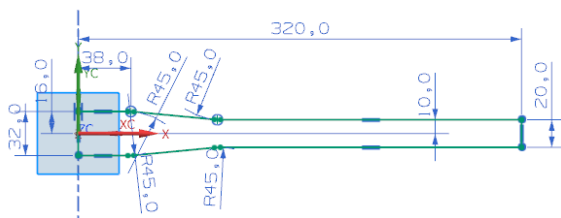

图 10-37 绘制草图
(3) 在“创建草图”对话框中,选择 XC-YC 平面为基准面,设置“水平”面为参考平面,单击 按钮,进入草图绘制环境,绘制如图 10-37 所示的草图。单击“完成” 图标,草图绘制完毕。